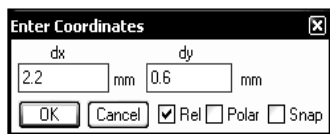
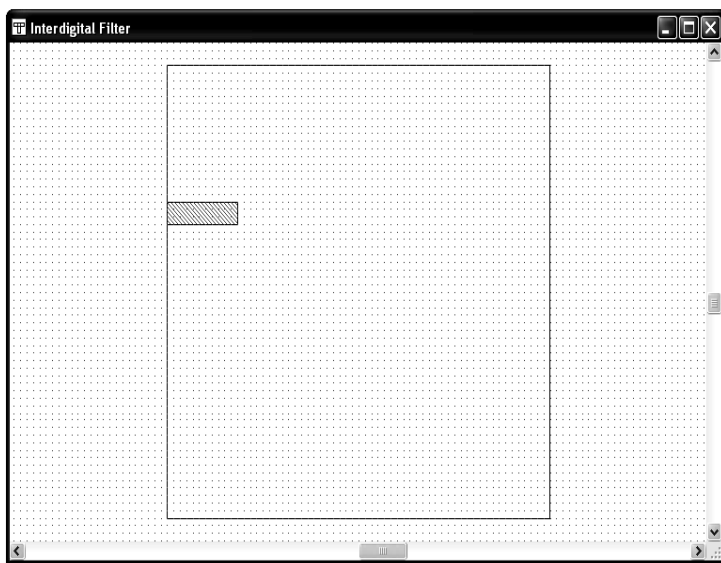

Рис. 5.10
Рис. 5.11
5. Нажмите клавишу **Tab** снова, чтобы снова открыть диалоговое окно **Enter Coordinates** (рис. 5.10). Установите флажок в переключателе **Rel**, чтобы активизировать относительные координаты. Введите **2.2** в поле  $dx$ , и **0.6** в поле  $dy$ , нажмите **OK**. Проводник прямоугольного сечения отображается в окне электромагнитной структуры (Рис. 5.11).